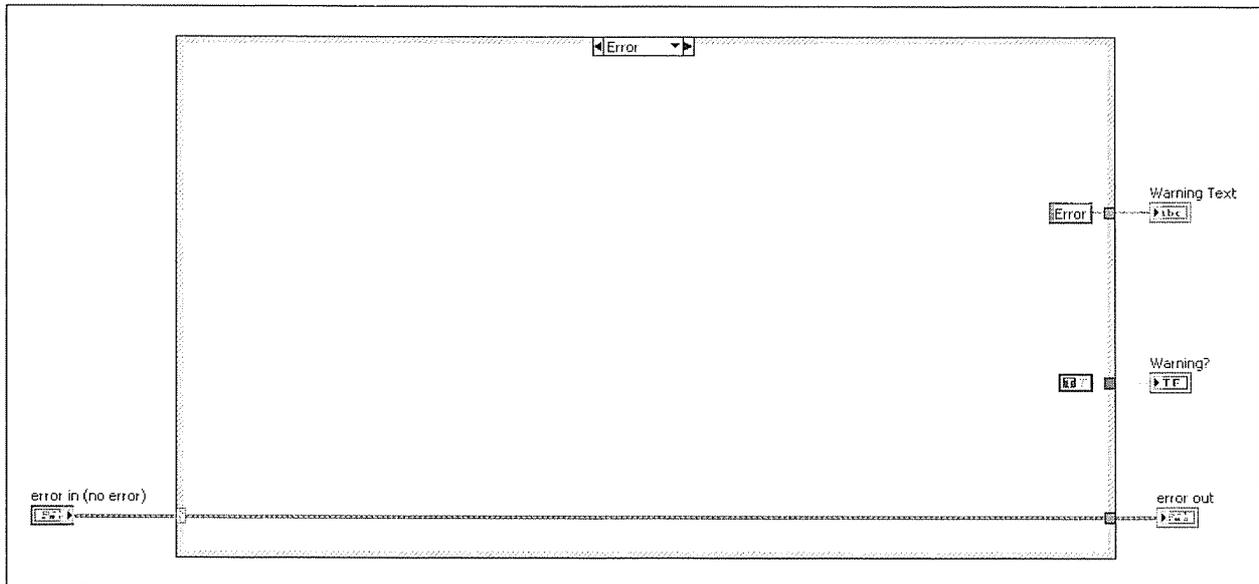

Figura 7-10. Caso Error del VI Determine Warnings
- Confirme que ha completado el caso Error como en la figura 7-10.